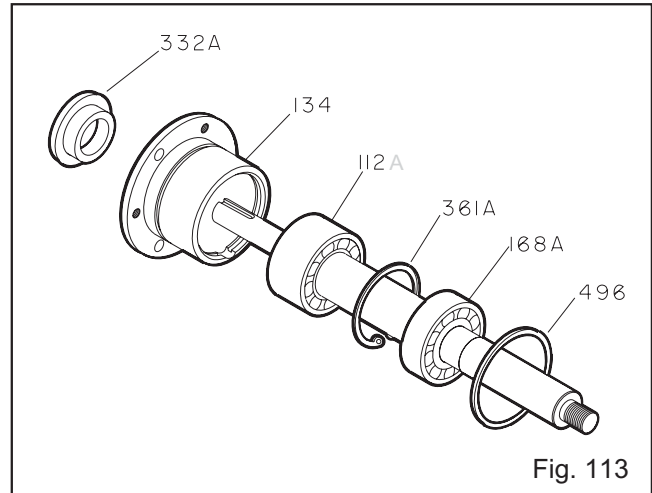

Fig. 113
8. Install new O-ring (496) (Fig. 113).